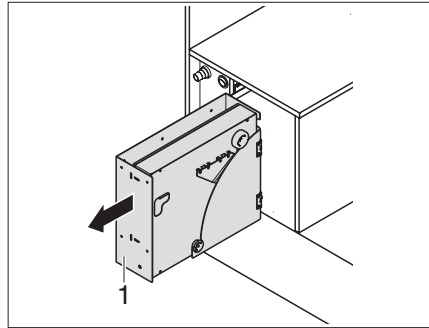

Bild 74 Gaskocher-Auszug herausfahren
- ▶ Gaskocher-Auszug (Bild 74,1) herausfahren, bis die Verriegelung einrastet.